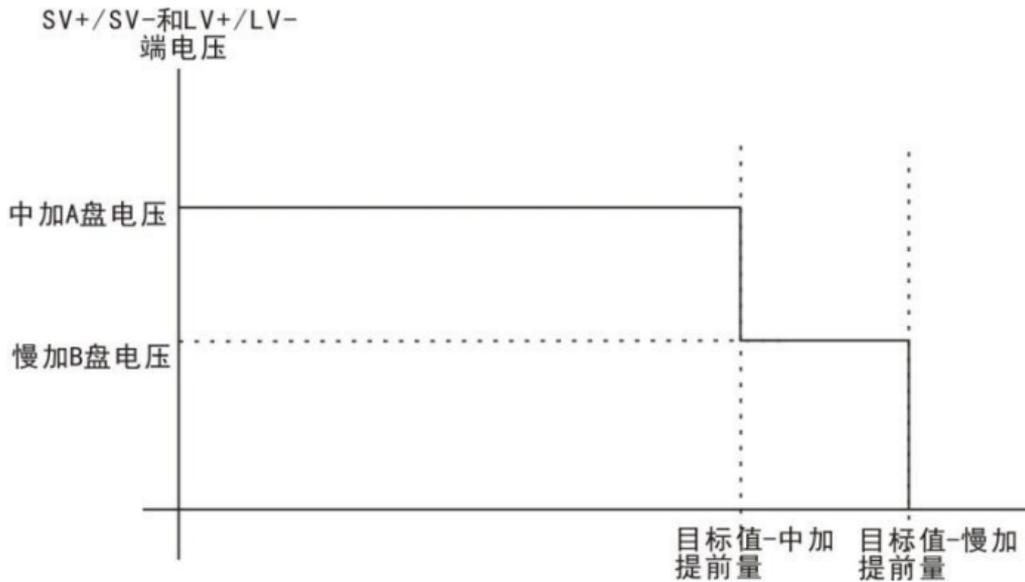
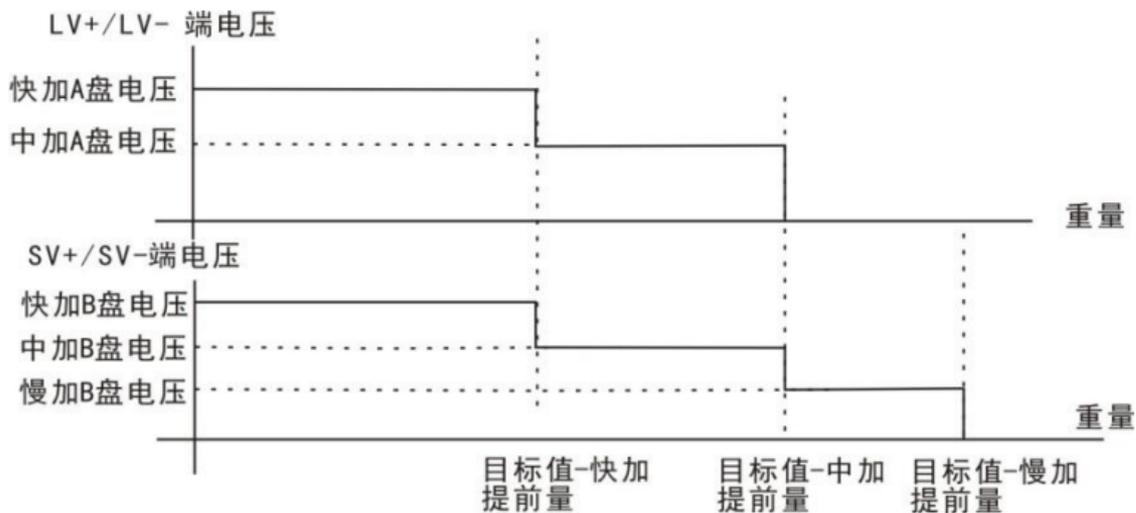

图 1：单振盘给料模式 0
图 7：双振盘三级给料模式
自查找和参数自修正，所有的配方参数（包括 5 个电压值，3 个给料提前量）都需要手动填写。给料电压变化曲线见图 7。
- 2) **加料**: 模块将根据设置的振盘模式进行加料,各模式加料电压变化情况参考图 1-图 7。
①**电机卸料**: 当用户选择为电机卸料模式时,“卸料”信号有效进行卸料,如果电机报警时间(PLC 地址 400155)设置为 0,走完卸料保护时间(PLC 地址 40218)后,若检测到“到位”信号,则后关闭“卸料”信号。如果电机报警时间设置不为 0,则在检测到“到位”信号之前,电机运行超过电机报警时间,就报警关闭卸料信号,并停机。
②**气动卸料**: 当用户选择为气动卸料模式时, “卸料”信号有效后, 经过设置的“卸料时间(地址 0046 (PLC 地址 40047) 设置值)”后关闭卸料信号。
③**电机正反转卸料** (M: 正转, N: 反转); 当用户选择为电机正反转卸料模式时, “卸料”信号有效“卸料 L”和“卸料 M”进行卸料, “卸料 M”经过设置的“卸料时间(地址 0046 (PLC 地址 40047) 设置值)”后无效(正转停止)“卸料 N”有效(电机反转), 如果电机反转超时报警开关关闭, “卸料 N”和“卸料 L”直到检测到“到位”信号或者电机运行超过电机运行超时报警时间后无效。如果电机反转超时报警开关打开, 在“卸料 N”和“卸料 L”直到检测到“到位”信号前, 电机运行超过电机运行超时报警时间, 则报警停机。